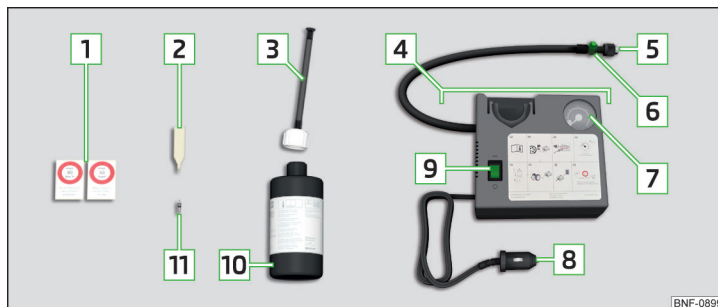

Fig. 343 Description du kit de réparation
- Placez l'extracteur de valve **2** » fig. 343 à la page 310 sur l'élément de valve, de manière à ce que l'élément de valve entre dans la fente de l'extracteur de valve.
- Vissez fermement le flexible de gonflage des pneus **5** » fig. 343 à la page 310 sur la valve du pneu.